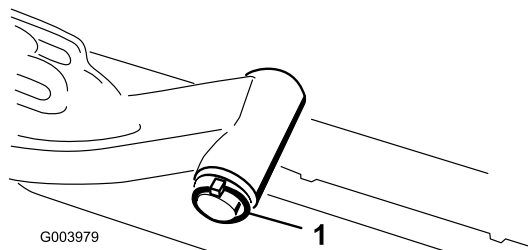

**Figura 11**
8. Nas unidades de corte dianteiras, faça deslizar uma unidade de corte sob o braço de elevação enquanto insere o veio da estrutura de suporte para cima para dentro da forquilha da articulação do braço de elevação (Figura 11).
- B. Insira a forquilha do braço de elevação no veio da estrutura de suporte (Figura 11).